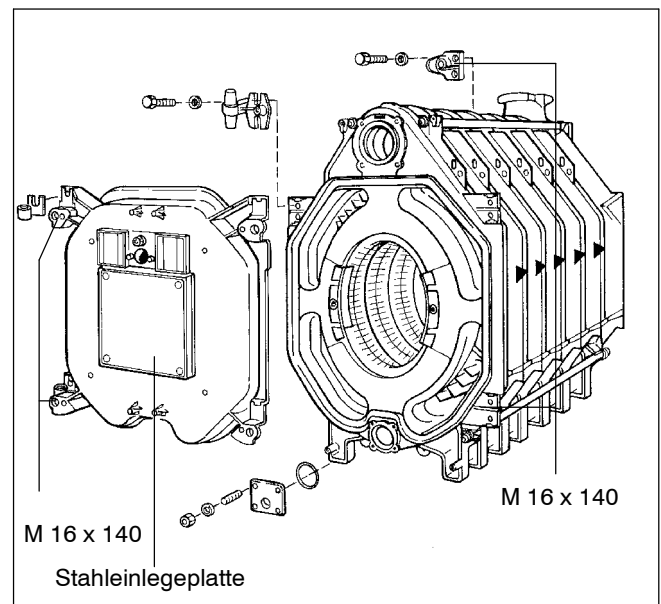

Abb. 24
- Brenntür einhängen, schließen und mit den in Abb. 24 gezeigten Maschinenschrauben (4 x M 16 x 140) verschließen. Die Maschinenschrauben sind gleichmäßig über Kreuz anzuziehen.
- Stahleinlegeplatte (Abb. 24) auf der Baustelle entsprechend dem benötigten Brennerrohrdurchmesser (\varnothing max. 360 mm) bohren oder autogen ausschneiden. Löcher für die Brennerbefestigung nach dem Lochbild des Brenneranschlußflansches bohren.